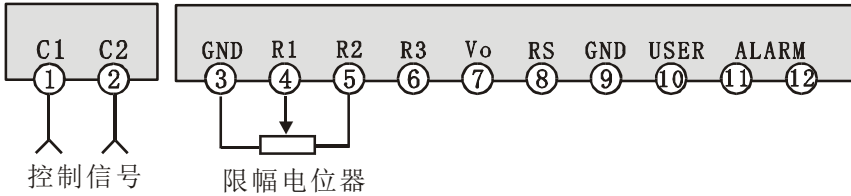
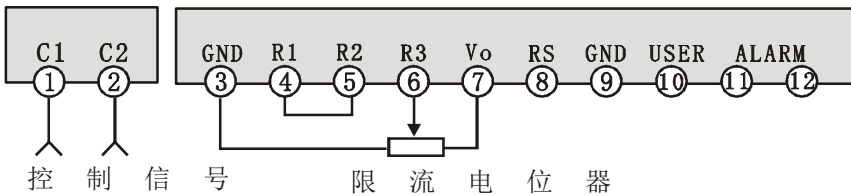

图 2: 带限幅功能的自动控制接线图
图 5: 限流功能接线图
6. 各种功能接线图 (图 2-图 5 中的电位器均是 10K  $\geq 0.5W$ )
说明: 1. 该图是图 2、3 组合接线方式。
- 9.1. 使用限流功能，需接实际负载调试，参照图 5，调试步骤如下：